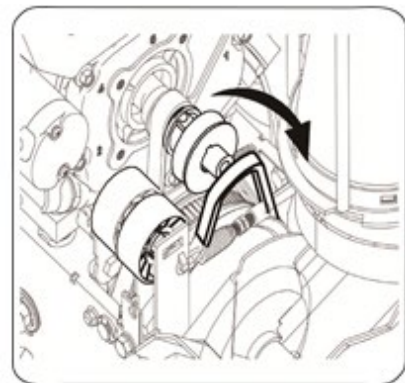

Abb.23
3. Rollen Sie den Riemen vom Riemenschutz des Motors ab. Siehe Abbildung 23.